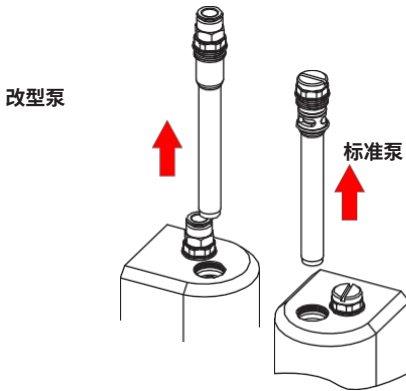

图 16 松开 流体管
2. 参见图 16。松开流化管入口塞，将流化管直接从泵体中拉出。